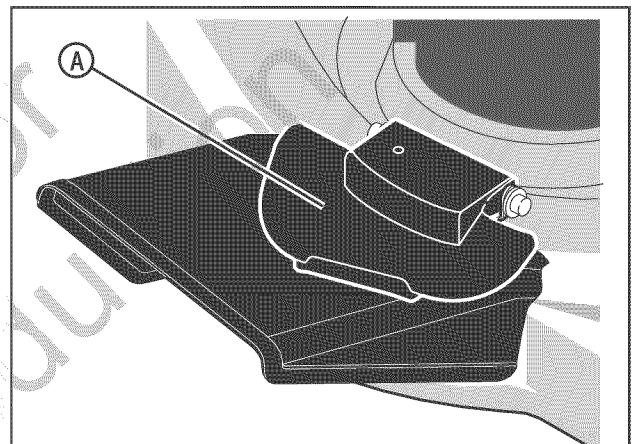

Figura 10: Liberación de la cubierta del triturador
4. Baje la cubierta del triturador (A, Figura 10).